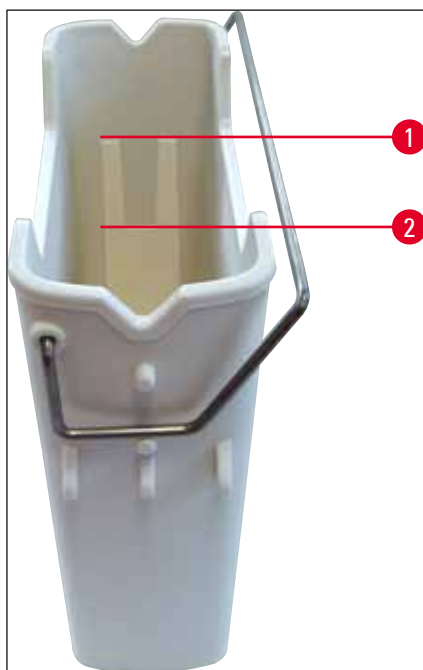

Fig. 67
4. Kontroller at påfyllingsnivået er tilstrekkelig (→ Fig. 67), og at reagenset er fritt for smuss. I tilfelle kontaminering må løsemiddelet byttes (→ S. 36 – 4.6.3 Klargjør reagensbeholderen, etterfyll den og sett den inn i mateskuffen) og reagensbeholderen rengjøres før du fyller den igjen.